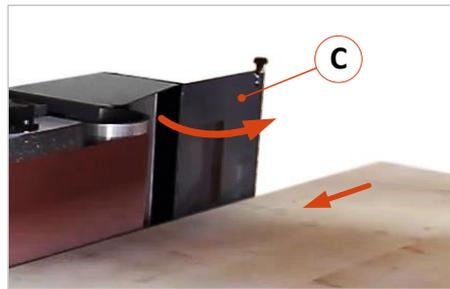

Abbildung 36: Abdeckung (C) aufklappen
- ⇒ Abbildung 36: Rechte Abdeckklappe (C) öffnen und in der maximal geöffneten Position befestigen.
- Das Werkstück an das Schleifband halten und von rechts nach links (siehe Pfeilrichtung in ⇒ Abbildung 36) am Schleifband entlang führen, bis es sauber geschliffen ist.